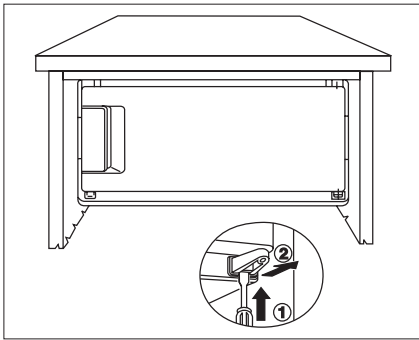

Abb. 5
- Unteren Scharnierträger mit einem Schraubendreher aus der Halterung drücken. (Bild 5).